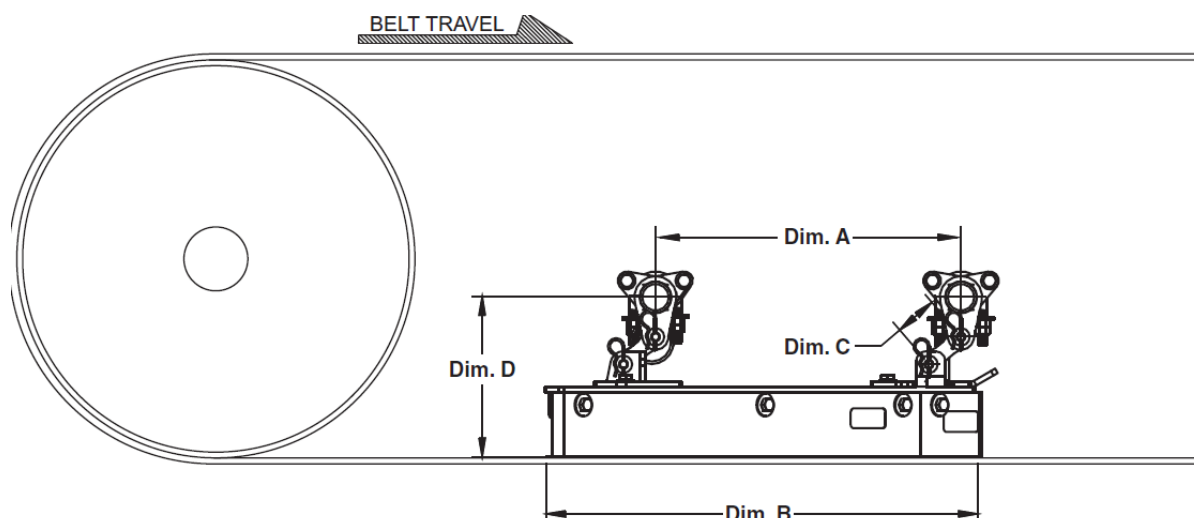

Abb. 1 – Positionierung des VPlow Modular auf dem Förderband
2. Der VPlow Modular muss gemäß der Tabelle in Abb.1 positioniert sein.